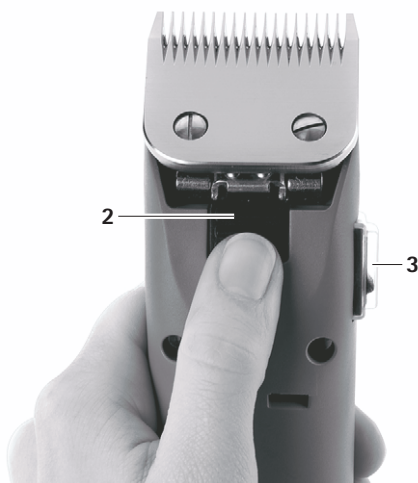

Рис. 4
- Нажать на переключатель "Вкл/Выкл" **3**, чтобы выключить машинку для стрижки FAV5, см. Рис. 4.
- Нажать на фиксатор стригущей головки **2**, см. Рис. 4.